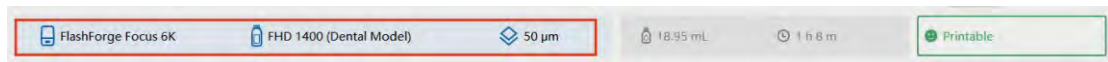
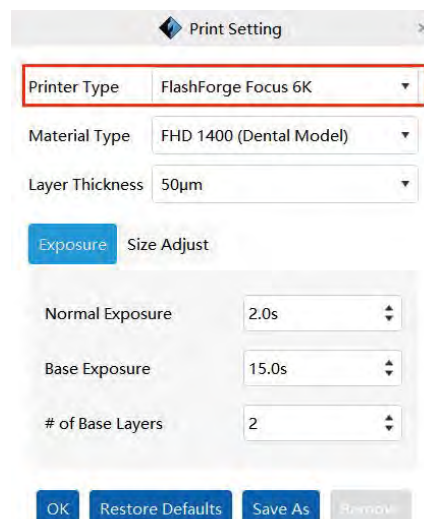

図55
図56
2.図55に示すように、ソフトウェアの下部ツールバーの左側をクリックします。図56に示すように、選択されたプリンタータイプがFLASHFORGE Focus 6Kであることを確認します。